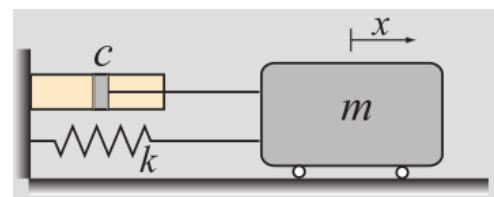

Figura 1: Sistema massa-mola
2.7 Em um experimento de vibração, um bloco de massa m é preso a uma mola com dureza k e a um amortecedor com coeficiente de amortecimento c , conforme mostrado na Figura 1.